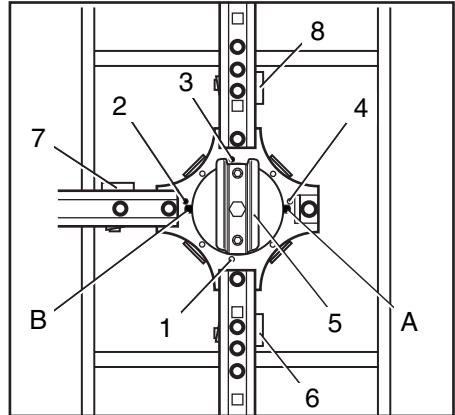

Bild 24 Schienenweiche
**ACHTUNG** Darauf achten, daß die Stifte wie in Bild 24 Ortszahl 2 und 3 eingeschraubt sind.